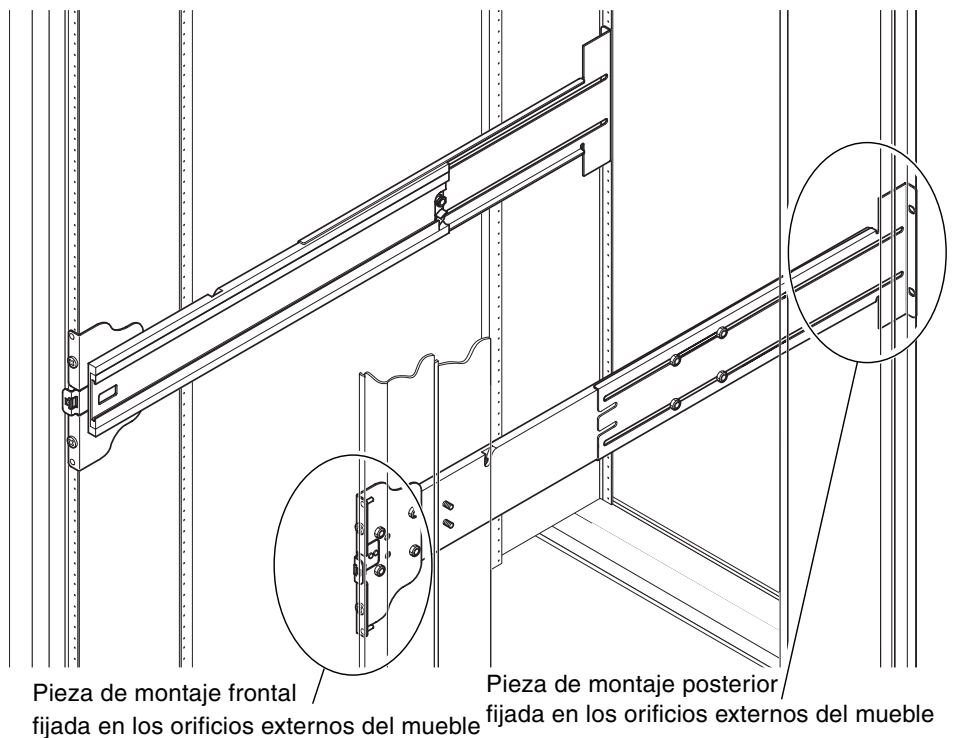

FIGURA 1-5 Instalación de los rieles en un mueble Sun Rack 900 o en un bastidor de cuatro soportes y 19 pulgadas
1. Inserte las patillas de la pieza de montaje frontal en los orificios 22 y 33 del mueble (FIGURA 1-5).
1. Inserte las patillas de la pieza de montaje frontal en los orificios 58 y 69 del mueble (FIGURA 1-5).
3. Fije la pieza de montaje posterior con dos tornillos 10-32 UNF (FIGURA 1-5).
4. Fije la pieza de montaje frontal con dos tornillos 10-32 UNF (FIGURA 1-5).